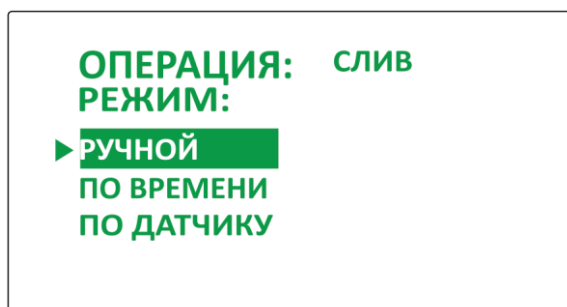

Рисунок 8
- 8.2.4.2. Нажать кнопку-индикатор настройки , отобразится меню выбора режима завершения операции слива (Рисунок 8), и все кнопки-индикаторы перейдут в режим мигающей подсветки.